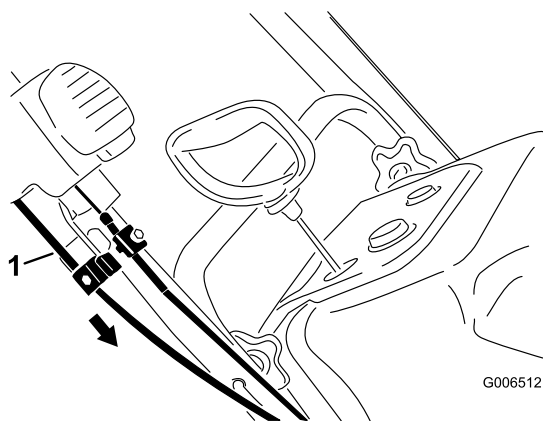

Рисунок 42
4. Удерживая желоб направленным строго вперед, потяните вниз оболочку нижнего троса так, чтобы устранить провисание троса, и затем надежно затяните винт зажима нижнего троса (Рисунок 42).